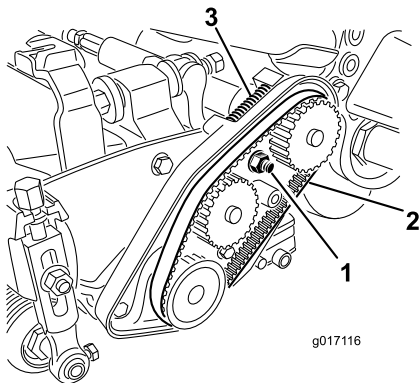

Figura 48
- A. Afloje la tuerca de montaje del alojamiento del cojinete (Figura 48)
- C. Limpie los residuos del interior del compartimento de la correa y de alrededor del muelle de compresión (Figura 48).